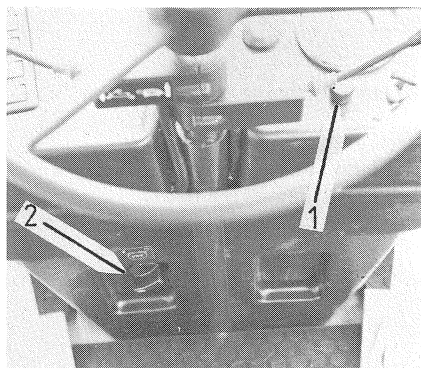

Bild 25
Gebläse-Drehschalter (Bild 25/1) je nach gewünschter Luftmenge in Stellung 1, 2 oder 3 schalten. Luftstromrichtung an den seitlich angebrachten Ausströmdüsen einstellen.
Je nach Wärmebedarf Drehknopf (Bild 25/2) nach links oder rechts drehen. Warmluftmenge wie unter Punkt 1 beschrieben einstellen.
Blower switch (fig. 25/1) in position 1, 2 or 3 acc. to the required air volume. Air flow direction can be adjusted by means of the laterally placed nozzle.
Turn knob (fig. 25/2) to the left or to the right acc. to the amount of heat needed. Volume of warm air can be adjusted as described under item 1.
Tourner le commutateur (fig. 25/1) sur la position désirée 1, 2 ou 3. Régler à l'aide des tuyères latérales l'arrivée d'air dans la direction voulue.
Tourner le bouton (fig. 25/2) selon la température désirée à droite ou à gauche. Régler l'air chaud comme décrit au point 1.